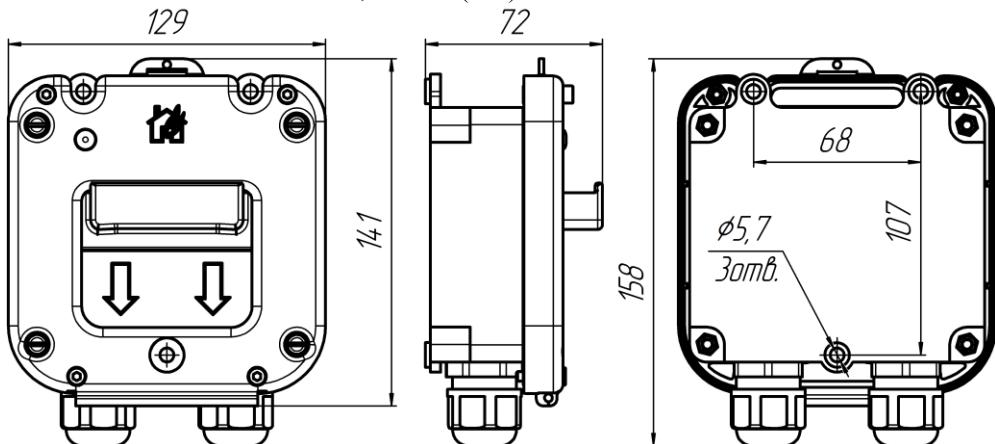
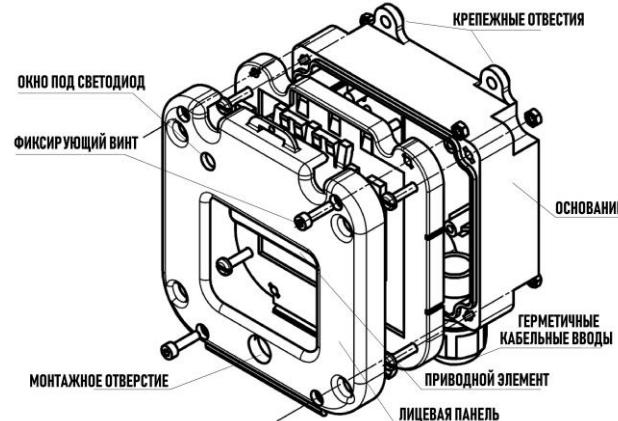

Рис.3. Габаритные размеры извещателя
Рис.1. Элементы конструкции извещателя
2.5. Конструктивно извещатель состоит из пластикового корпуса, основание которого с электронным блоком закрепляются на стене помещения. Затем лицевая панель с приводным элементом шурупами крепится к основанию. Корпус извещателя, по требованию заказчика, может быть оборудован герметичными пластиковыми кабельными вводами для подведения проводников диаметром от 6 до 14мм или от 11 до 17мм, герметичными вводами МКВ (см. таблицу) из нержавеющей стали марки 12Х18Н10Т, предназначенными для различных вариантов прокладки кабеля количеством 2 шт. Элементы конструкции извещателя показаны на рис.1. Габаритные размеры извещателя показаны на рис.3.